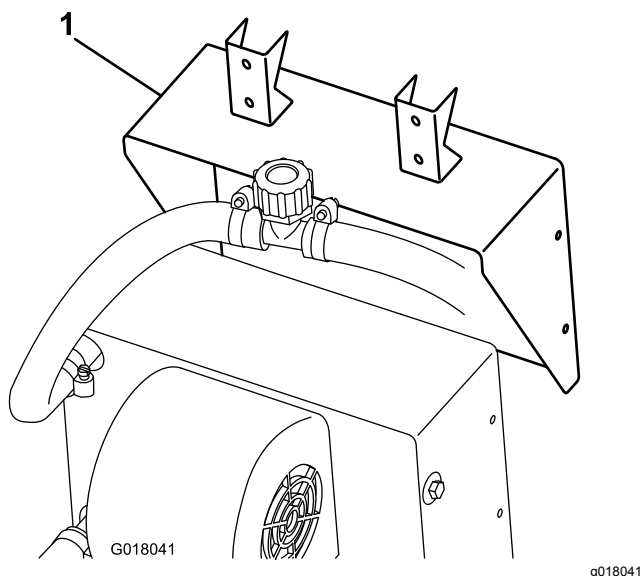

Рисунок 3
1. Присоедините кронштейн обогревателя к обогревателю с помощью винтов, входящих в его комплект (Рисунок 3).